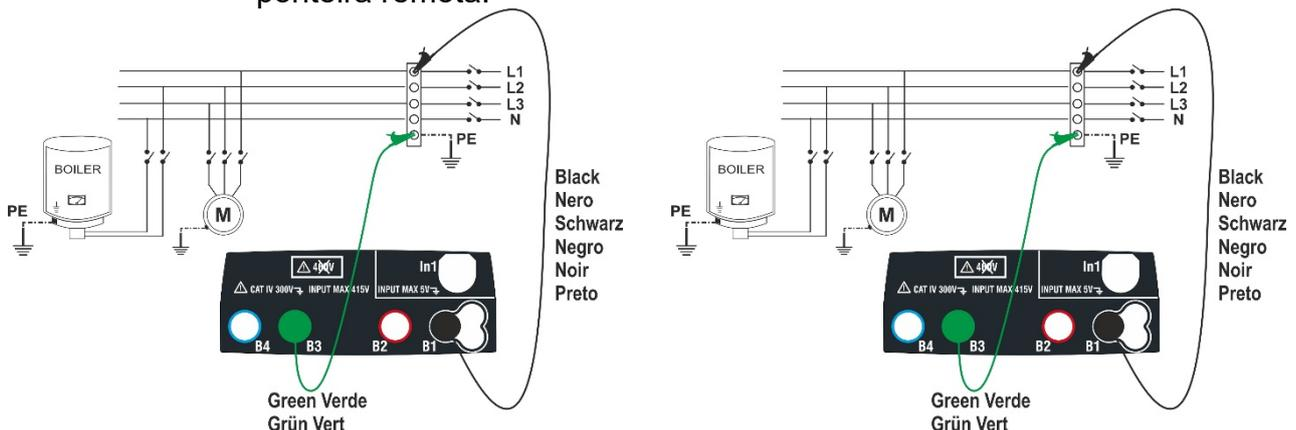
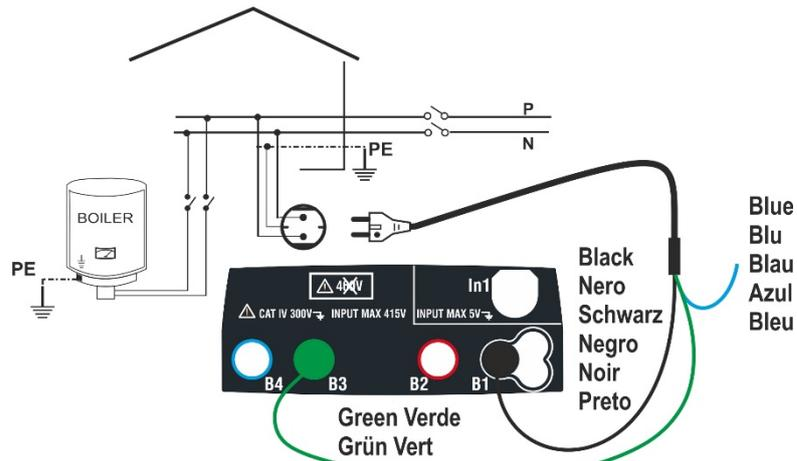

Fig. 8: Verificação do isolamento L-PE através de cabos e ponteira remota
Fig. 9: Verificação do isolamento L-PE através de ficha shuko
6. Conectar os crocodilos e/ou as ponteiros e/ou a ponteira remota nas extremidades dos condutores em exame de acordo com as Fig. 8 e Fig. 9.